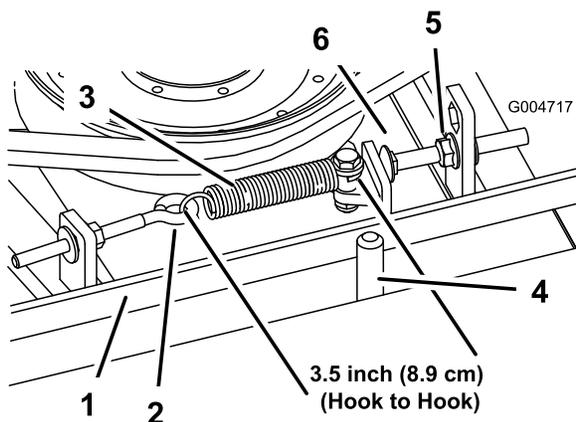

Figura 70
Quando la tensione è corretta, la misura interna della molla di prolunga (da gancio a gancio) deve essere circa 8,3 cm - 9,5 cm. Quando la tensione della molla è giusta, regolate il bullone di arresto (bullone a testa tonda) fino ad ottenere un gioco di 2 - 5 mm tra la testa del bullone ed il braccio di rinvio (Figura 70).
Nota: Verificate che la cinghia si trovi dal lato molla del guidacinghia (Figura 70).
2. Allentate il bullone ad occhio per consentire la rimozione della molla di prolunga (Figura 70).
3. Allentate il dado flangiato che fissa il bullone di arresto all'aletta di montaggio e spostate la puleggia tendicinghia dalla cinghia per rilasciare la tensione (Figura 70).
9. Collegate la molla di prolunga (Figura 70) al bullone ad occhio e tendete la cinghia come segue: